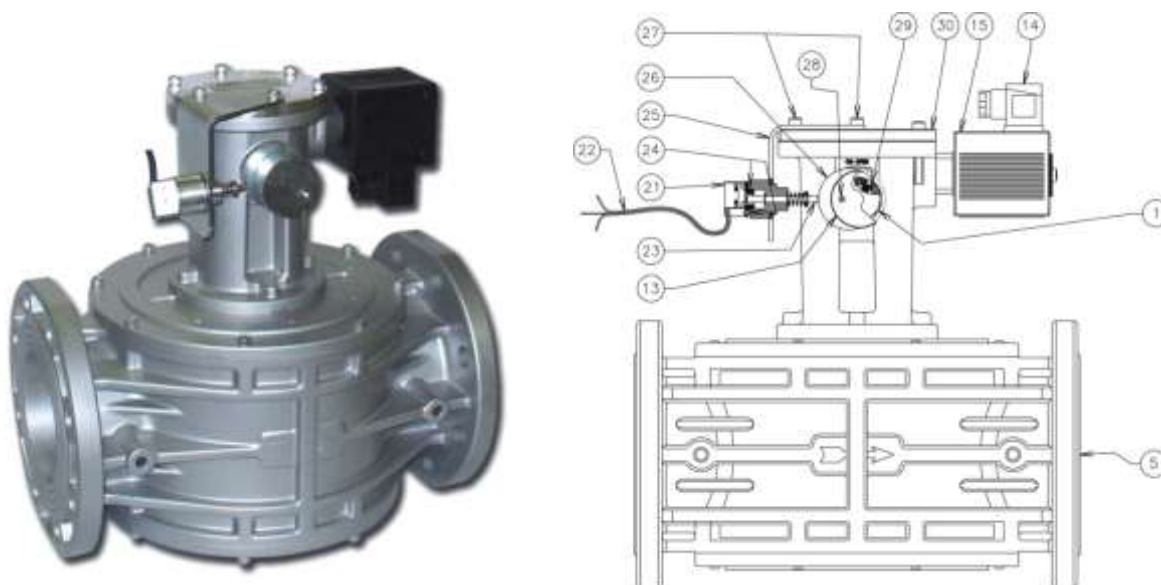

Рис. 7
Если индикаторный переключатель поставляется в комплекте запасных частей, его установка на уже установленный электромагнитный клапан (DN 65 - DN 300) производится в следующем порядке (см. рис. 7)
1. Отвинтите шпильку (29) которая обеспечивает фиксацию рукоятки взвода (1) и извлеките рукоятку.
2. Вставьте эксцентриковое металлическое кольцо (26) и рукоятку взвода (1), поставляемые в комплекте, затем зафиксируйте их с помощью шпильки фиксации (29).
3. Отвинтите два винта (27) с крышки цилиндра (30).
4. Установите кронштейн индикатора (25) на крышку цилиндра (30), как показано на рис. 7, при помощи двух винтов.
5. Для регулировки индикатора (21), установите эксцентриковое металлическое кольцо (26) так, чтобы при закрытом электромагнитном клапане штифт индикатора (23) был нажат.
6. Зафиксируйте в этом положении индикатор (21) используя шпильки крепления индикатора (24).
Клапан (Рис. 7) состоит из: рукоятка взвода (1), корпус клапана (5), колпачок рукоятки взвода (13), электрический коннектор (14), соленоид (15), индикатор положения (21), соединительный кабель (22), штифт индикатора положения (23), шпильки крепления индикатора положения (24), кронштейн для индикатора положения (25), эксцентриковое металлическое кольцо (26), винты фиксации кронштейна для индикатора положения (27), винт фиксации колпачка рычага взвода (28), шпилька фиксации рукоятки взвода (29), крышка цилиндра (30).